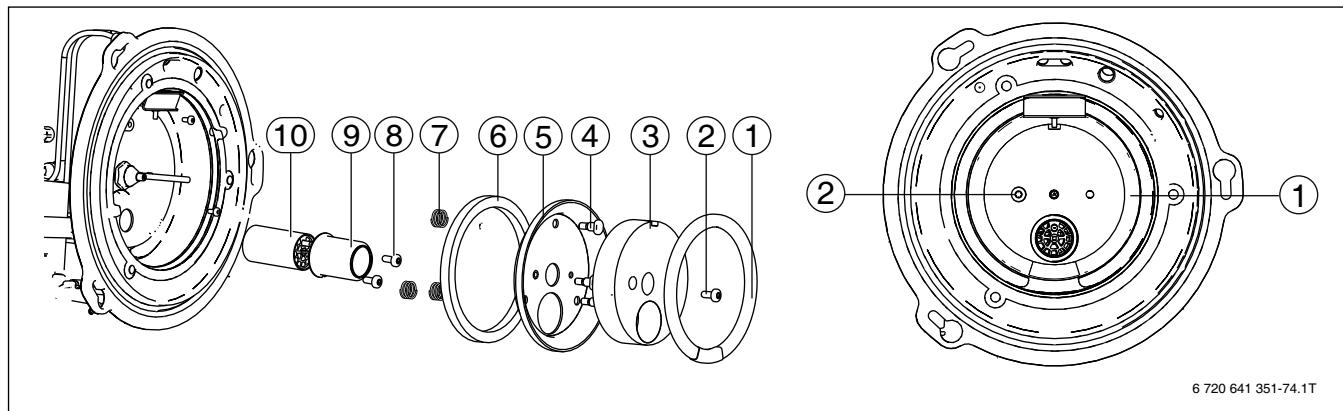

Bild 84 Übersicht Heizelement tauschen
- ▶ Wärmetauscherdichtring (→ Bild 84, [1], Seite 48) abnehmen.
- ▶ Schraube (→ Bild 84, [2], Seite 48) lösen.
- ▶ Wärmetauscherisolierung (→ Bild 84, [3], Seite 48) entnehmen.
- ▶ Bolzen (→ Bild 84, [4], Seite 48) demontieren.
- ▶ Deckel des Wärmetauschers (→ Bild 84, [5], Seite 48) mit Dichtung (→ Bild 84, [6], Seite 48) und Druckfedern (→ Bild 84, [7], Seite 48) abnehmen.
- ▶ Schrauben (→ Bild 84, [8], Seite 48) am Heizelement demontieren.
- ▶ Rohr des Heizelements (→ Bild 84, [9], Seite 48) abnehmen.
- ▶ Heizelement (→ Bild 84, [10], Seite 48) herausnehmen.
- ▶ Heizelement (→ Bild 84, [10], Seite 48) im Brennergehäuse einsetzen.
- ▶ Rohr des Heizelementes (→ Bild 84, [9], Seite 48) montieren.
- ▶ Bei Bedarf vorher reinigen und mit zwei Schrauben (→ Bild 84, [8], Seite 48) sichern.
- ▶ Dichtung (→ Bild 84, [6], Seite 48) und den Deckel des Wärmetauschers (→ Bild 84, [5], Seite 48) mit Druckfedern (→ Bild 84, [7], Seite 48) einsetzen.
- ▶ Deckel des Wärmetauschers mit den Bolzen (→ Bild 84, [4], Seite 48) verschrauben.
- ▶ Wärmetauscherisolierung (→ Bild 84, [3], Seite 48) einsetzen.
- ▶ Wärmetauscherisolierung mit der Schraube (→ Bild 84, [2], Seite 48) sichern.
- ▶ Wärmetauscherdichtring (→ Bild 84, [1], Seite 48) einlegen.